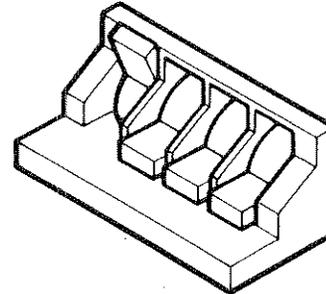

Figura 5: Disposición del selector de dirección
- Hewlett-Packard asigna a la unidad de disco la dirección 0 (ilustrada en la Figura 5).
- Dispónganse los cuatro pequeños conmutadores del selector de dirección en correspondencia con una de las direcciones ilustradas en la Figura 5.